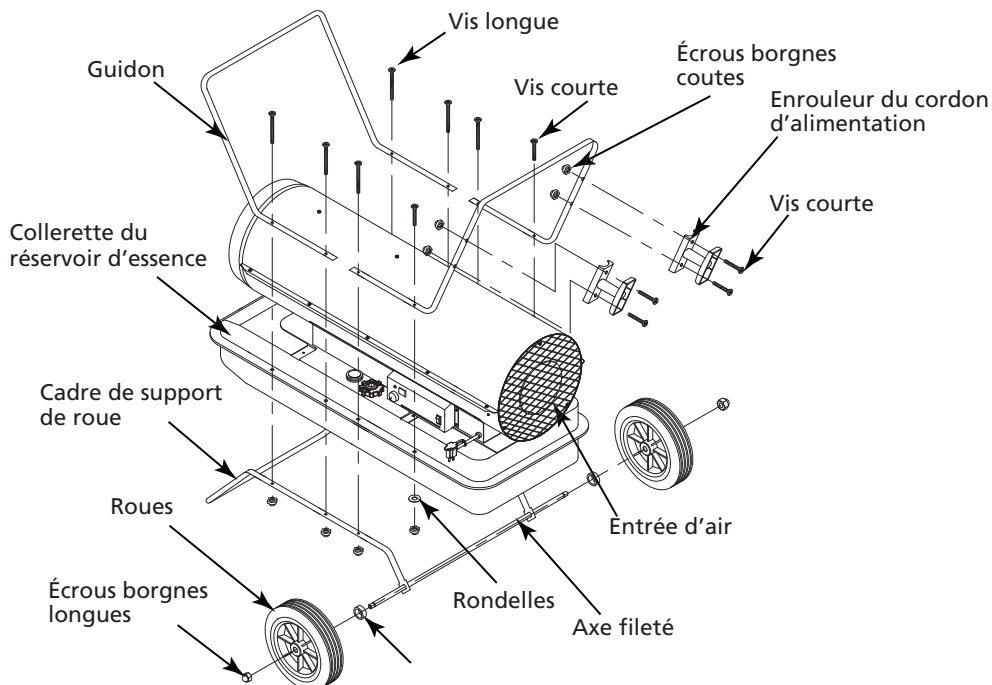

Figure 5 – Ensemble de roues et de poignée
3. Placer le radiateur sur le cadre de support de roue. S'assurer que l'entrée d'air (arrière) du radiateur est par-dessus les roues. Aligner les trous sur la collerette du réservoir de combustible. Insérer les vis longue à travers les poignées (avant et arrière), la collerette du réservoir de combustible et le cadre de support de roue. Insérer les vis courte à travers les poignée arrière, la collerette du réservoir de combustible et les rondelles plates courtes, comme l'illustre la Figure 5,
6. Insérer les vis à travers le dispositif d'enroulement du cordon, poignée arrière, comme l'illustre la Figure 5, et serrer l'écrou à la main après avoir inséré chaque vis.